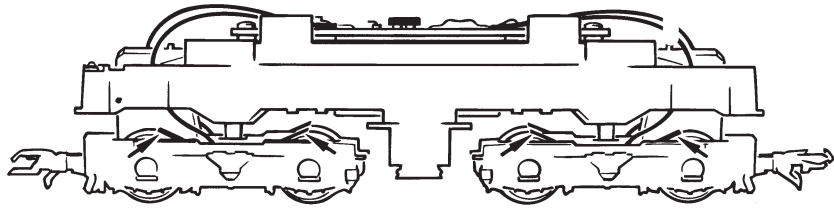

Fig. 8
3. Haftreifenwechsel: den **Radsatz** herausnehmen und die **Haftreifen** mit einer Nadel od. mit einem feinen Schraubendreher abziehen (Fig. 8). Beim Aufziehen der neuen Haftreifen darauf achten, dass diese sich nicht verdrehen.
l'aide d'une aiguille ou d'un tourne-vis fin, les bandages d'adhérence (fig. 8). Lors du montage des nouveaux bandages veuillez veiller à ce que les bandages **ne soient pas tor-dués.**
3. Change of traction tyre: remove **traction tyre** using a pin or a fine screwdriver (fig. 8). When pressing on the new traction tyre please **avoid twisting it**.